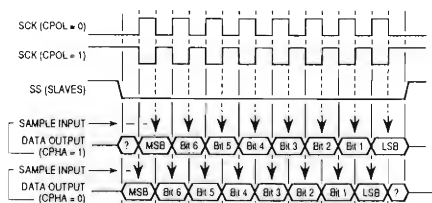

figura 8
a) la velocità di comunicazione dell'interfaccia (da E-clock/2 fino ad E-clock/32), bit 0 e 1, SPR0 ed SPR1, figura 8;
b) fase e polarità del clock rispetto alle linee MISO e MOSI, ossia l'acquisizione del valore del bit sul fronte di salita o di discesa del clock (vedi figura 8 parte inferiore, CPHA e CPOL).
Parlando di prestazioni della SPI, o "throughput", come appare nel riquadro di figura 8, con il quarzo da me utilizzato a 16 MHz (E-clock = 4 MHz), la SPI permette il trasferimento ad una velocità massima pari E-clock/2, ossia 2 MHz: 1 byte verrà trasferito in soli 4 μ S! Volendo fare dei